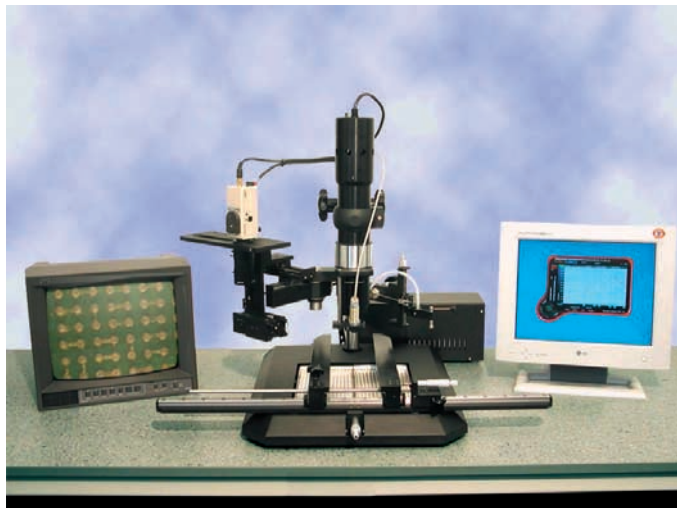

Bild 1.
- eine zukunftssichere Investition auch bei neuen Gehäusen, bleifreien Lötens usw. gewährleisten. Mit modernen Rework-Systemen wie dem IR-X400 von PDR (Bild 1), können alle genannten Anforderungen erfüllt werden.